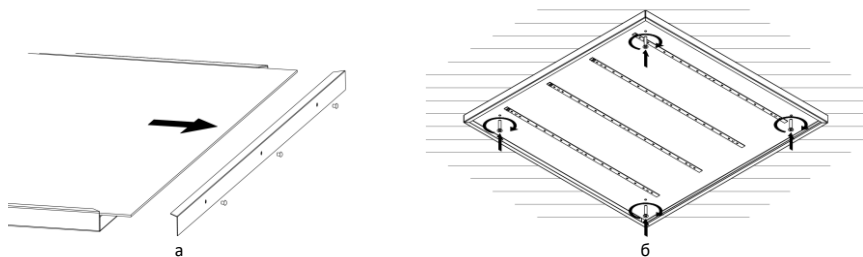

Рисунок 9 — Накладной монтаж светильника Geniled серии Офис, ЛПО.
- 5.4. **Накладной монтаж.** Установка светильника Geniled на ровную поверхность накладным способом. Для светильников Geniled серии Офис, ЛПО. См. Рисунок 9.
- 5.4.1. При помощи тонкой отвертки либо другого подходящего подручного инструмента аккуратно извлеките три пластиковые заклепки из съемной боковой крышки. Снимите крышку и извлеките рассеиватель (Рисунок 9, а).
- 5.4.4. Установите светильник на подготовленное место (Рисунок 9, б). Используйте метизы подходящего диаметра (<5мм).
5.5.1. При помощи тонкой отвертки либо другого подходящего подручного инструмента аккуратно извлеките три пластиковые заклепки из съемной боковой крышки. Снимите крышку и извлеките рассеиватель (Рисунок 9, а).